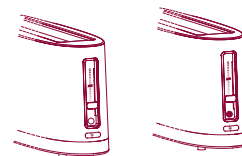

Abb. 8
- 4 Betätigen Sie die Taste DEFROST ❄️. Die Leuchtanzeige der Taste schaltet sich ein (Abb. 8).